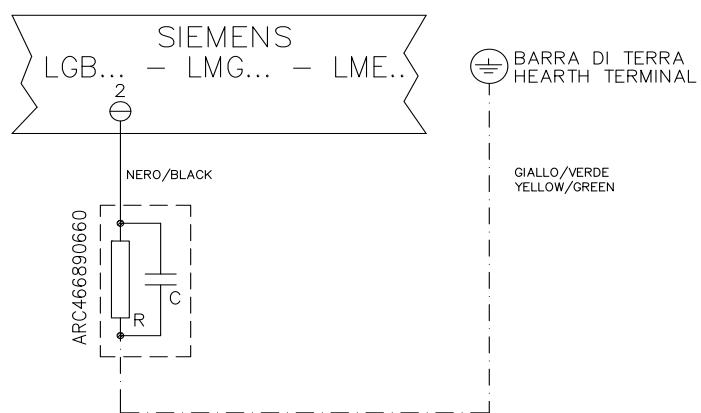

Fig. 26 - Bloc borne alimentare
- Efectuati conexiunile electrice la bornele de alimentare electrica de pe placa , conform Fig. 26 ; verificati sensul de rotatie al motorului de ventilare (vezi paragraful corespunzator) si readuceti capacul peste placa de comanda.